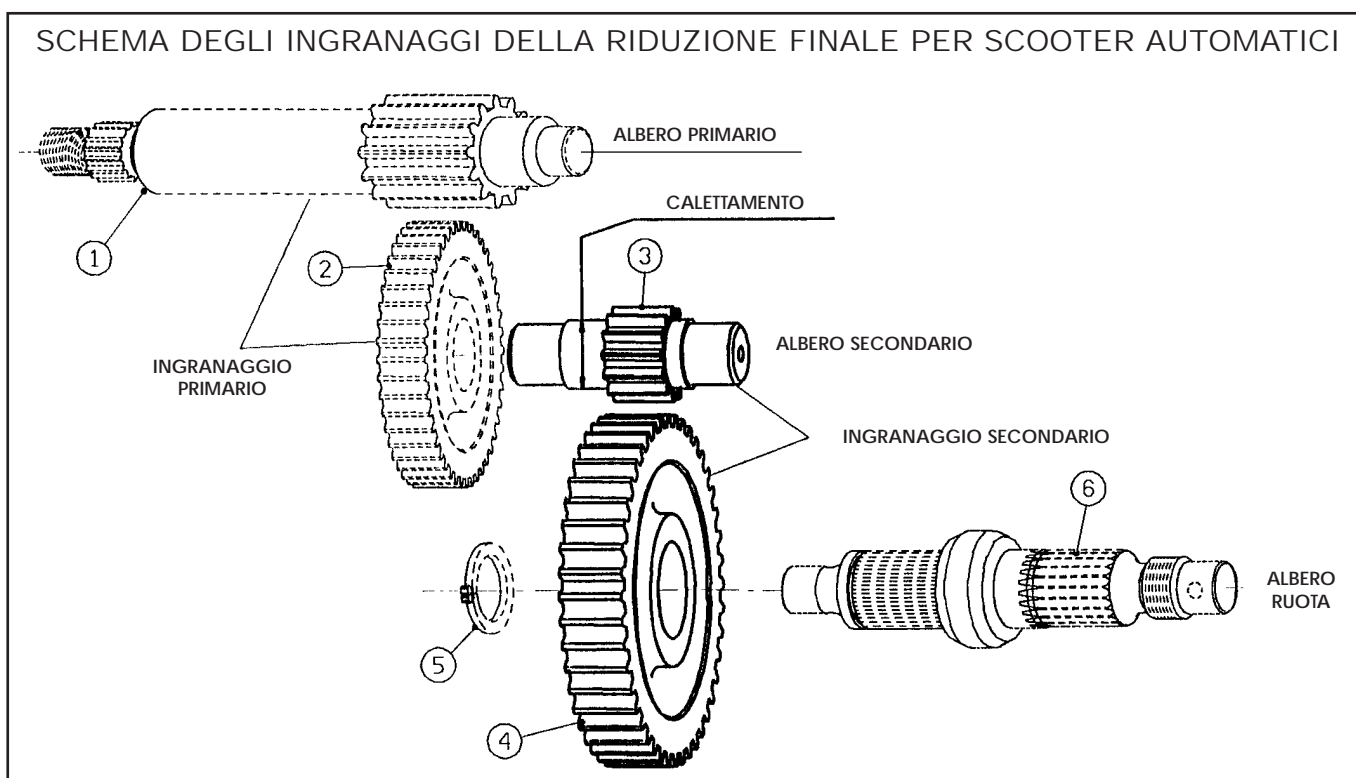

fig. 4
- 10) In alcuni casi la ruota dentata finale 4 fig. 4 viene montata sull'asse ruota 6 fig. 4 piantandola con interferenza. In questo caso bisogna smontare la ruota posteriore dello scooter, sfilare l'asse ruota, spiantare la ruota dentata originale e piantare la nuova ruota dentata Malossi.